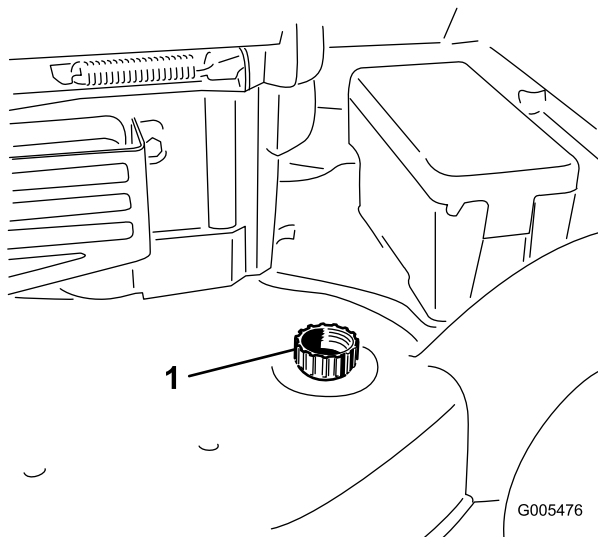

Figura 43
3. Introduzca una manguera de jardín conectada a un grifo en el orificio de lavado de la carcasa del cortacésped (Figura 43).